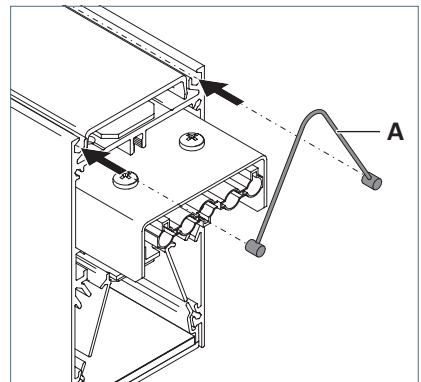

Fig. 17: Drahtseil in Leuchte einhängen.
- ▶ Führen Sie die Enden des Drahtseils **A** in die Führungen an der Oberseite der Leuchte ein, siehe Fig. 17.